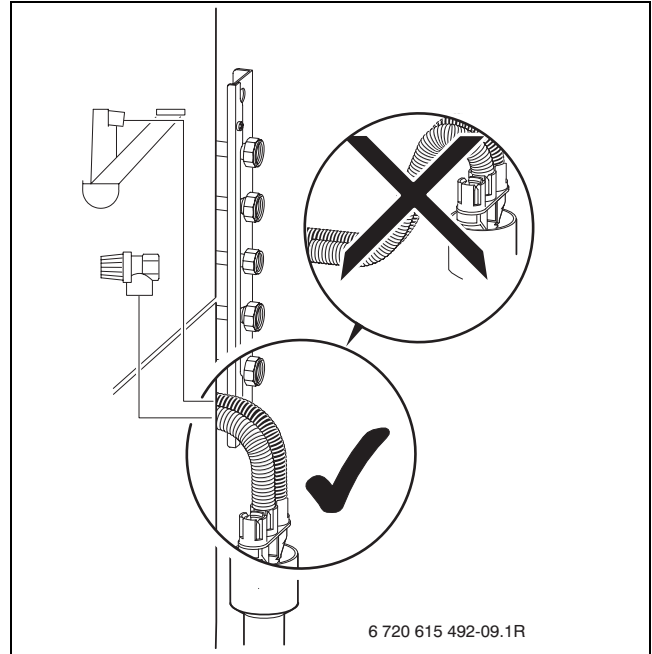

Bild 14
- Schlauch vom Sicherheitsventil an Ablaufgarnitur anschließen (→ Bild 14, Seite 18).